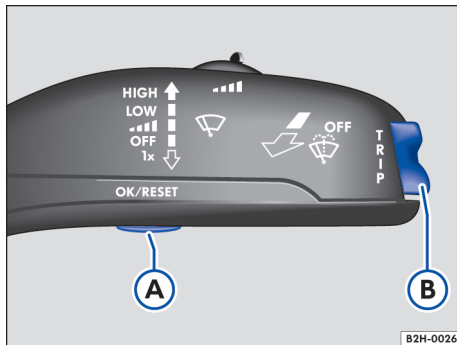

Fig. 16 Na alavanca do limpador dos vidros: botão **(A)** para confirmar itens de menu e chave **(B)** para trocar menus.
- Caso uma mensagem ou o pictograma de veículo sejam exibidos, pressionar o botão → Fig. 16 **(A)**.